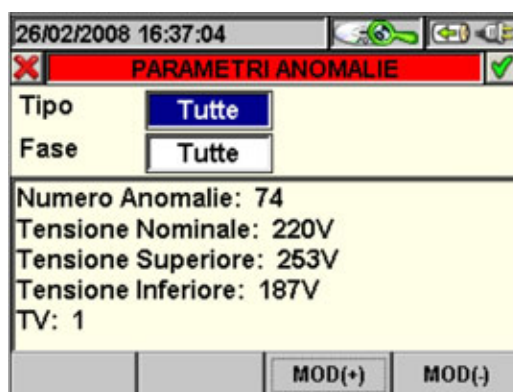

Fig. 130: Parametri Anomalie
- Il tasto **F2** (o la voce **PARAM** sul display) accede alla pagina che mostra le impostazioni eseguite per le Anomalie di Tensione (Fig. 130).